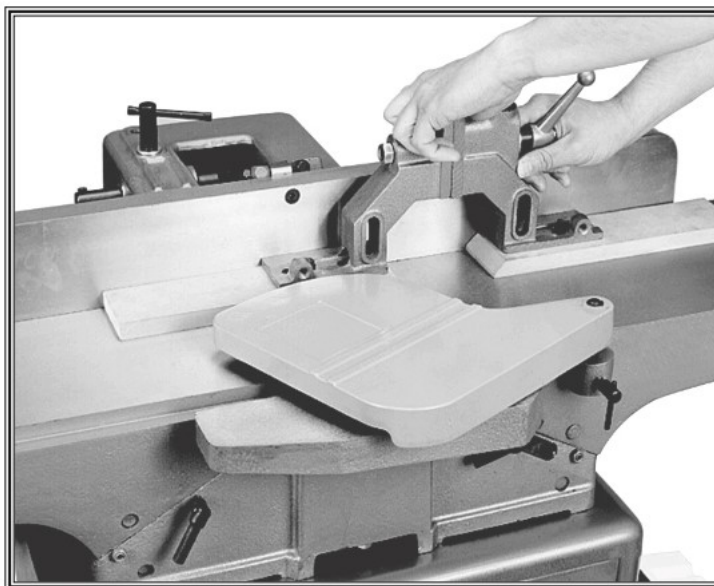

Рис. 35 Обработка поверхности ограждения на фуговальном станке
11. Обработайте ограждения на фуговальном станке, как показано на Рис. 35.